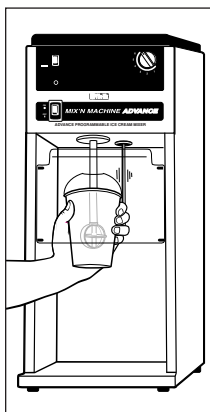

Figura 3
- **Per il modello programmabile Mix'n Machine Advance:** premere il tasto ON/OFF (I/O) per ACCENDERE. Attivare un programma selezionando l'impostazione desiderata sulla tastiera. Mentre si tiene la tazza in mano, usare le dita per spingere l'attuatore START (posto dietro l'agitatore) per attivare un ciclo di fusione programmato. Vedere la Figura 3.
- **Per il modello timer Mix'n Machine Advance:** premere il tasto ON/OFF (I/O) per ACCENDERE. Mentre si tiene la tazza in mano, usare le dita per spingere l'attuatore START (posto dietro l'agitatore) per attivare un ciclo di fusione pre impostato. Vedere la Figura 3.